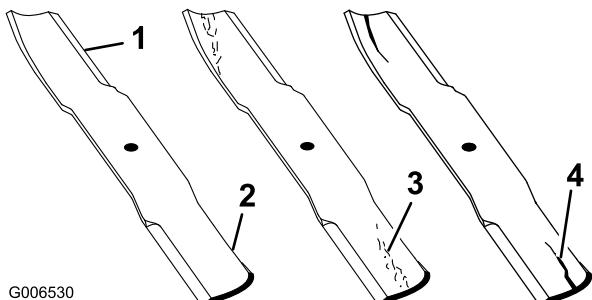

図 76
1. 刃先の部分を点検する（図76）。刃先部分が鋭利でなかったり、打ち傷がある場合には、ブレードを外して研磨する。「ブレードの研磨」を参照。
2. ブレードを点検、特に湾曲部をていねいに点検する。破損、磨耗、割れの発生などがあれば（図76）、直ちに新しいブレードに交換する。